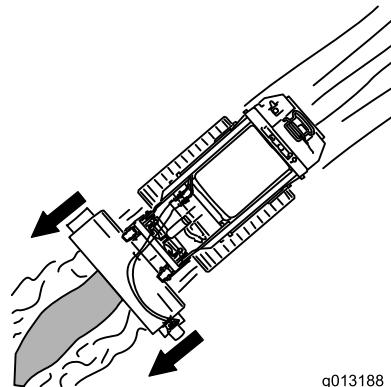

Bild 5
- Für eine optimale Grabenverfüllung zentrieren Sie das Gerät über dem Graben (Bild 5).